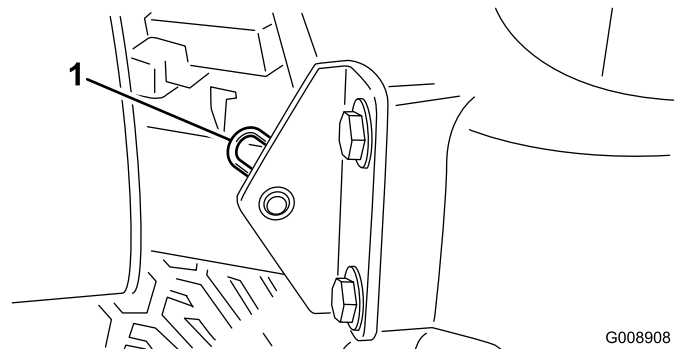

Figure 31
- Retirez la goupille fendue qui fixe le pivot de capot aux supports (Figure 31).